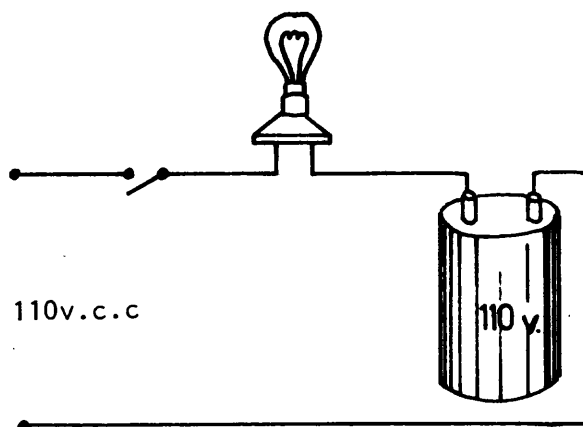

Fig.2
- b Conecte la lámpara en serie con el condensador (fig.2), teniendo en cuenta la tensión de trabajo del mismo.